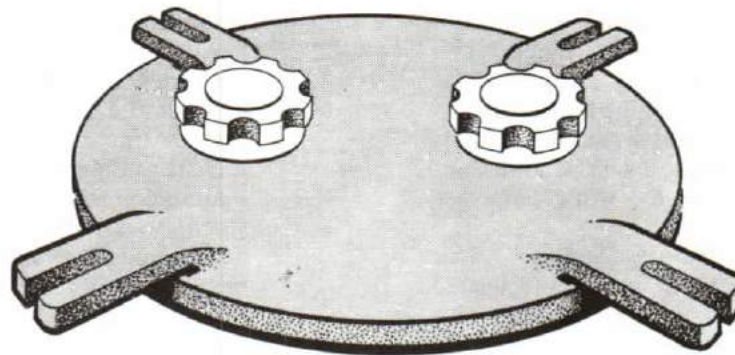
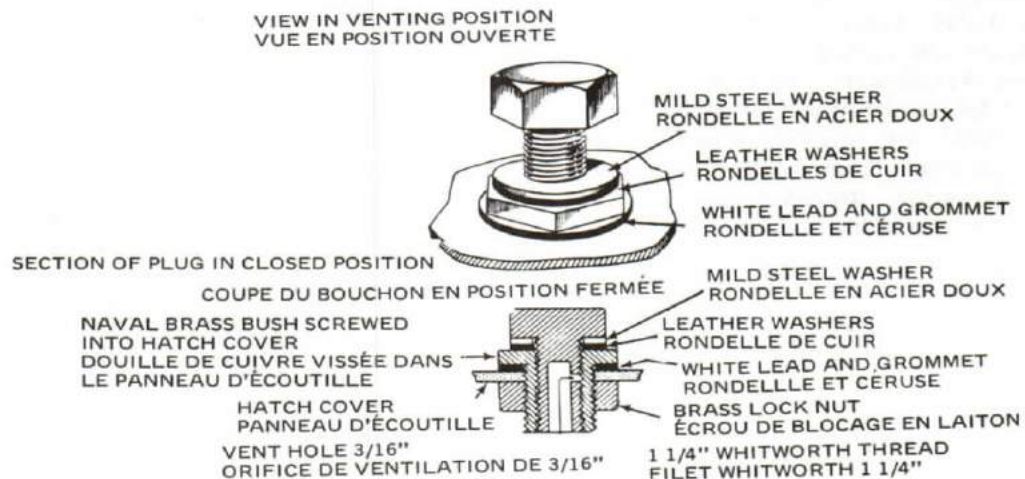

Figure 8-39
Figure 8-40 Indicator Test Plug
18. Two other fittings are involved in pumping and salvage work in a ship. The first is a scuttle fitting (Figure 8-39) which fits over a side-light opening to enable the discharge hose of a pump to be put through the scuttle without destroying the watertight integrity. If the hatch or door of a flooded compartment is opened, the rush of water will probably make it impossible to close it again, and the flooding will be extended. Hatches and doors of compartments extending below the waterline are therefore fitted with indicator plugs. By screwing back the plug until the vent hole is uncovered, you can tell by the escape of air or water that the compartment is flooded. See Figure 8-40.
18. Le pompage et le renflouage à bord d'un navire impliquent deux autres dispositifs. Le premier est le couvercle d'écoutillon (illustré à la figure 8-39) que l'on fixe sur un hublot et auquel on peut raccorder le tuyau de refoulement d'une pompe sans peur de compromettre l'étanchéité du navire. L'autre dispositif est le bouchon témoin. Si on ouvre l'écoutille ou la porte d'un compartiment inondé, on ne pourra plus la refermer à cause de la pression de l'eau et l'inondation se propagera. Par conséquent, les écoutilles et portes des compartiments situés en dessous de la ligne de flottaison sont équipées d'un bouchon témoin. En dévissant le bouchon jusqu'à ce que l'orifice de ventilation apparaisse, on peut constater par l'échappement de l'air ou de l'eau si le compartiment est inondé (voir la figure 8-40).